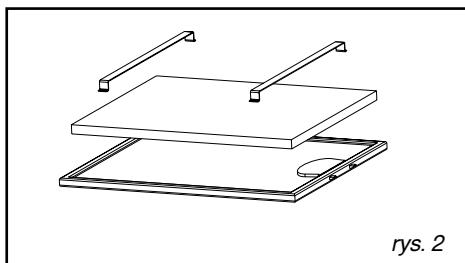

rys. 1
• **Demontaż filtra kasetowego (rys. 1)**
- Zdjąć osłonę (rys. 1).